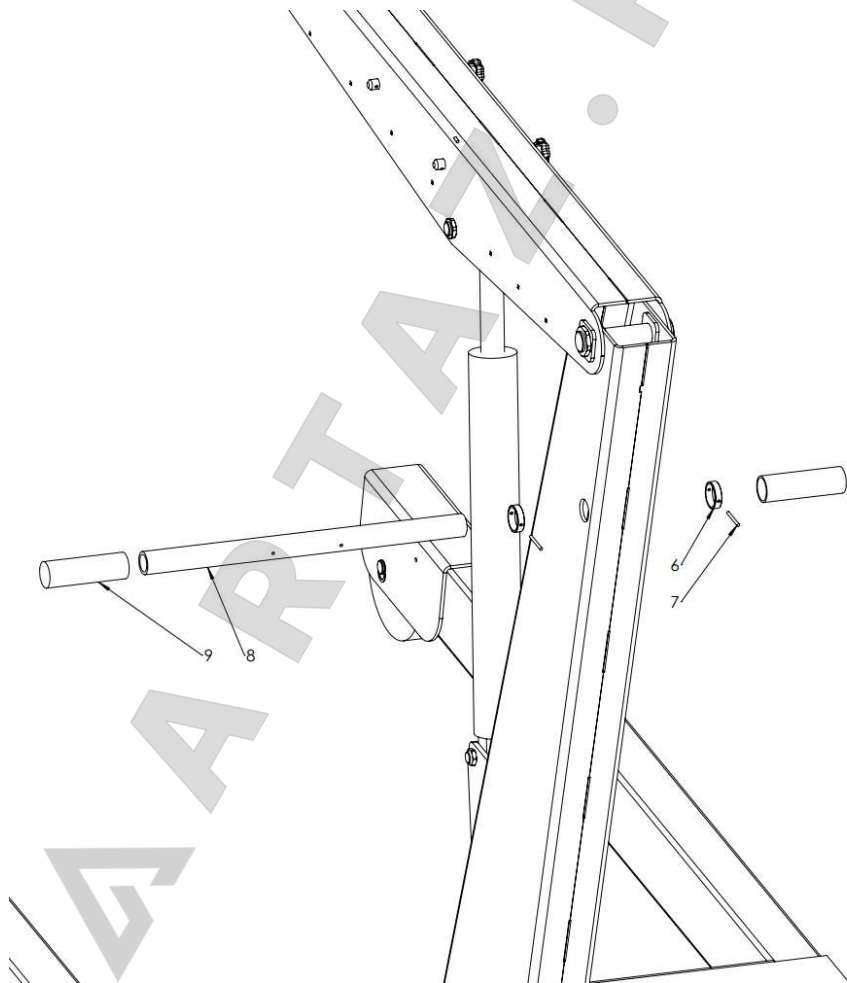

Рисунок 13.
Установите на ручку для перемещения изделия (8) фиксирующее кольцо (6) совместите его с отверстием крепления кольца и зафиксируйте это соединение штифтом (7) установите со стороны установленного кольца, стержень ручки (9) вставьте ручку в отверстие на башне до упора, установите кольцо, зафиксируйте штифтом и установите ручку с противоположной стороны. См. рис. 13.